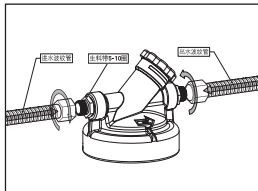

图3
3. 将配套进出水螺纹连接件 (4#) 与自配的波纹管连接。(如图3)